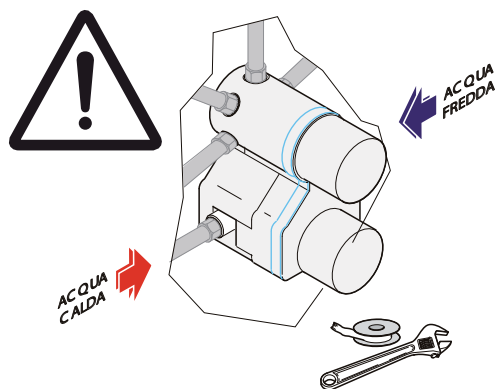

Fig. 4
6. Connect all connections as illustrated in Figure 4.
6. Die Anschlüsse vornehmen, wie in Abb. 4 veranschaulicht.
6. Compléter les branchements comme illustré sur la figure 4.